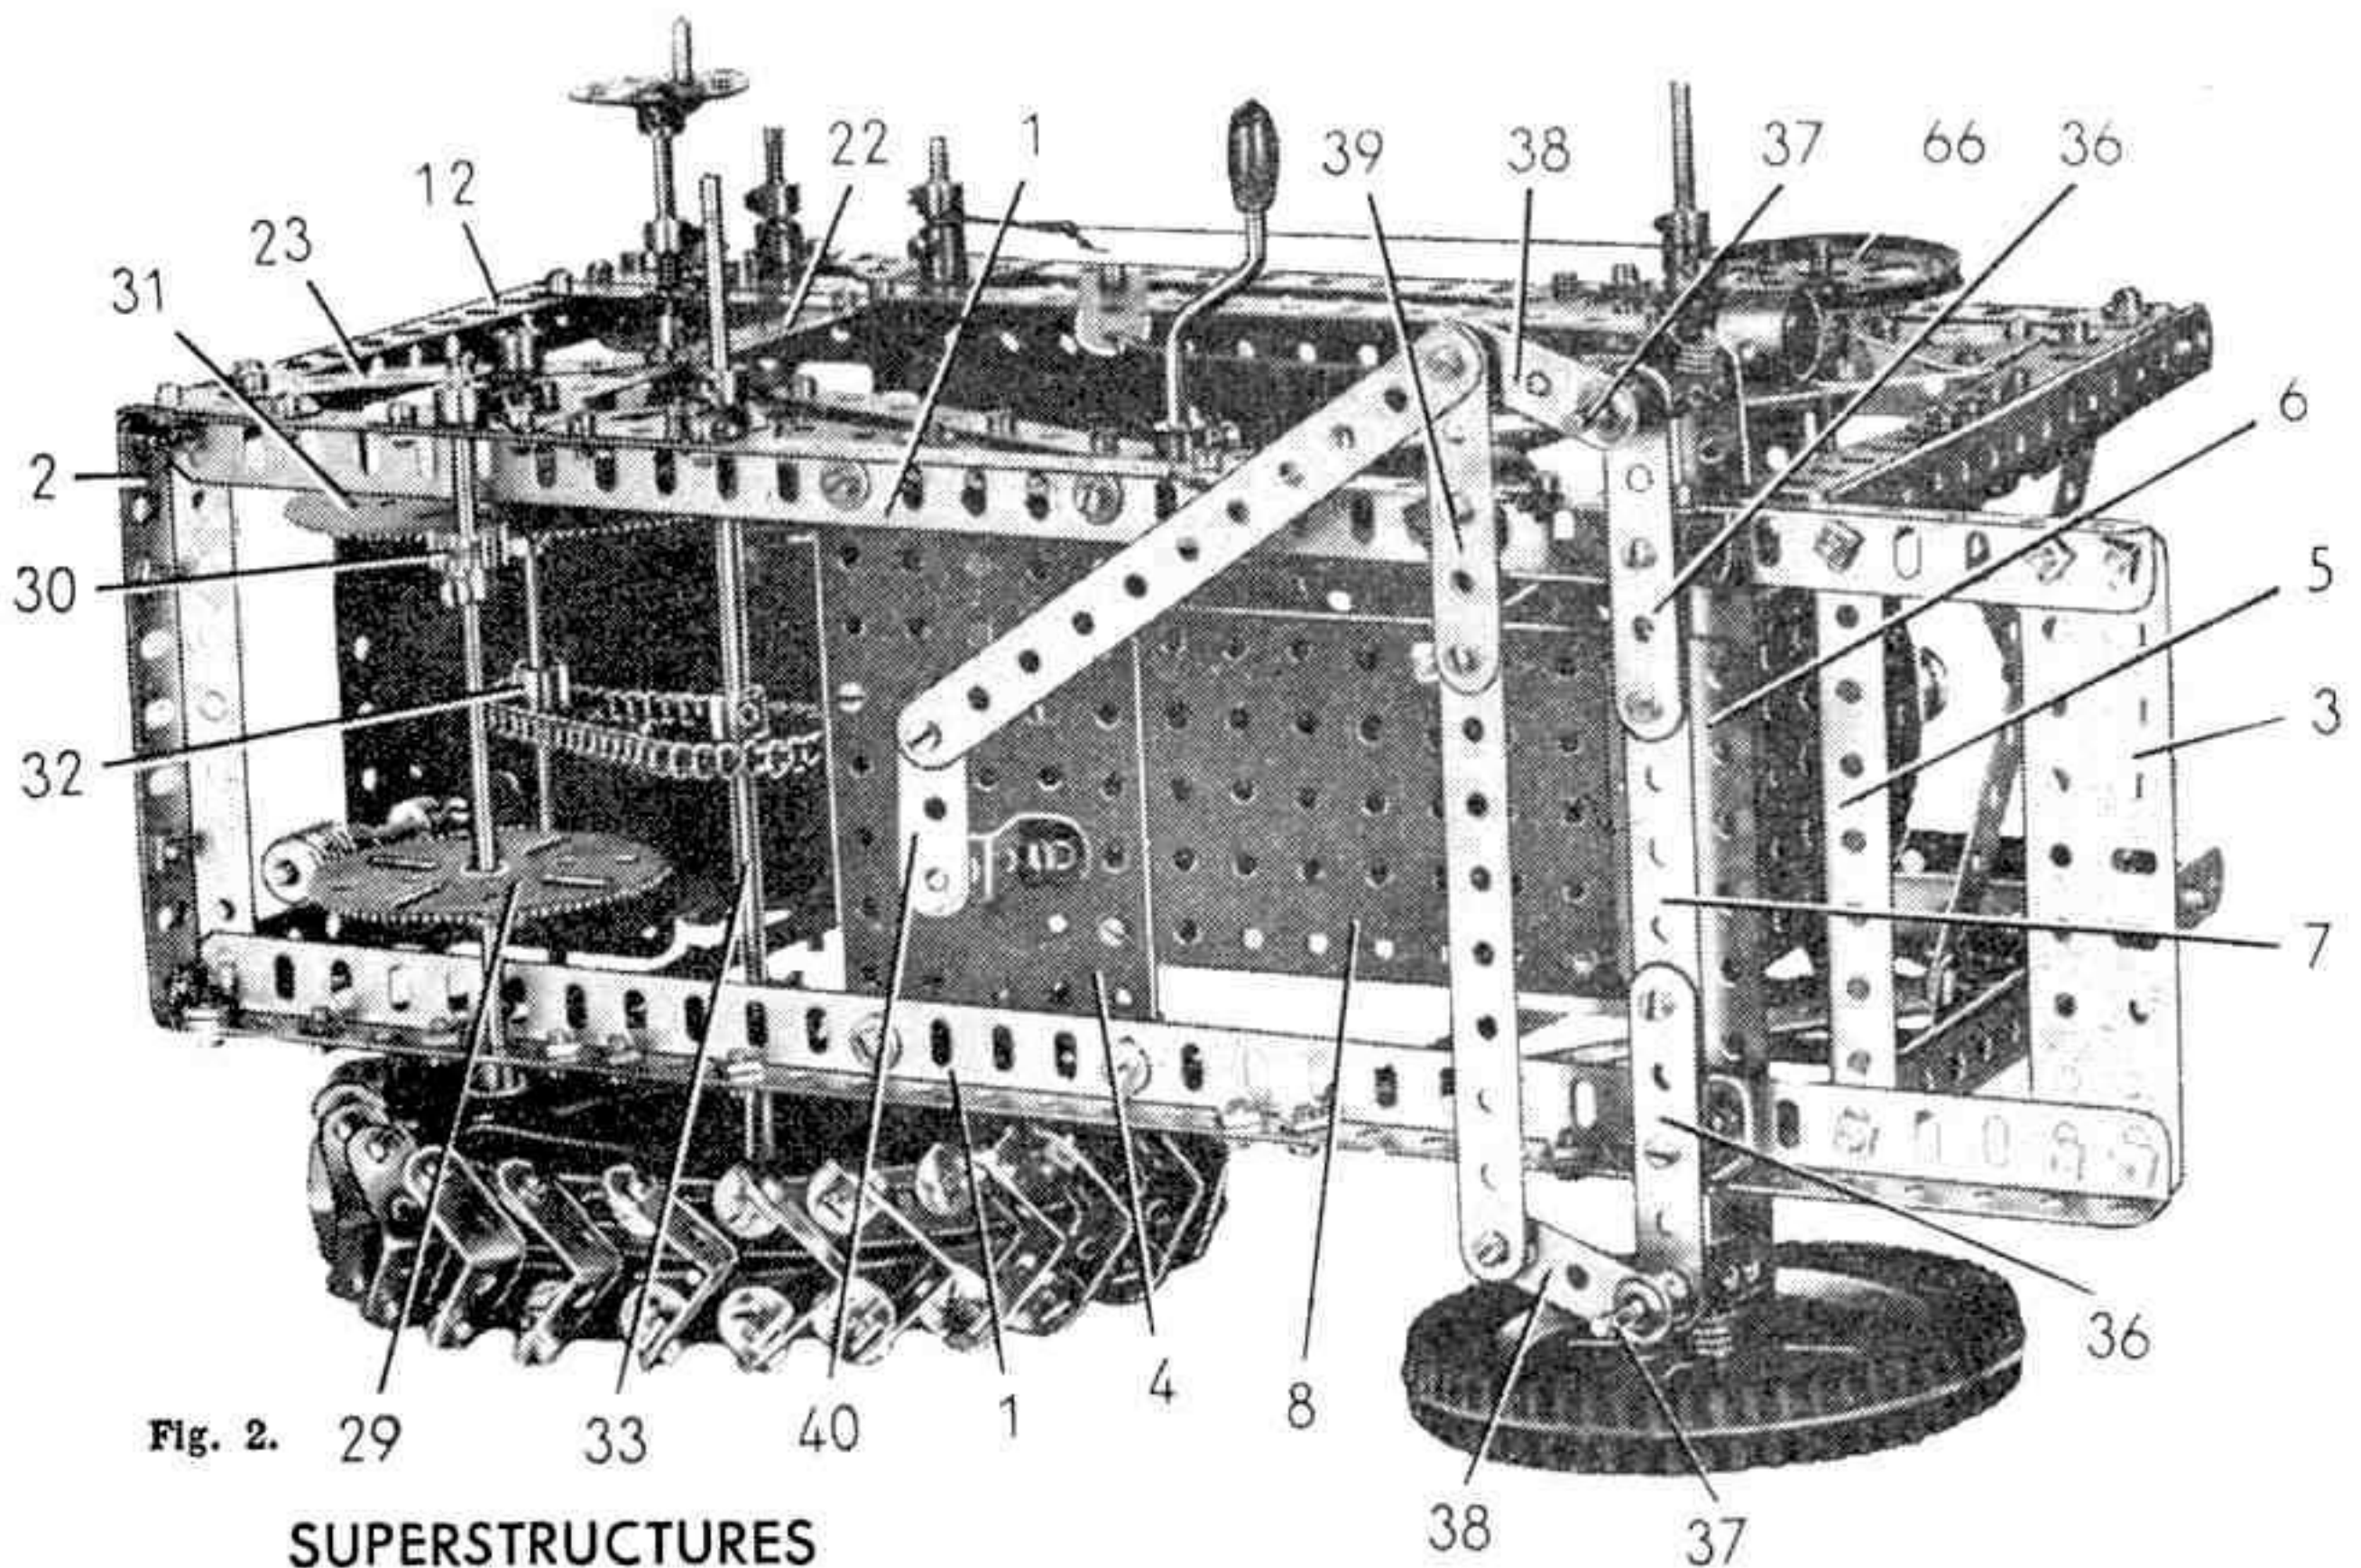

Fig. 2.
Le châssis (fig. 2) est formé de deux poutrelles (1) composées chacune d'une cornière de 25 trous et d'une de 9 trous qui se recouvrent sur 3 trous. Les poutrelles (1) sont assemblées à l'arrière par une cornière de 9 trous (2) et, à l'avant, par une poutrelle plate de 9 trous (3). Sur ce châssis sont fixées une plaque sans rebords de  $11,5 \times 6$  cm. (4), une cornière de 9 trous (5) et une cornière (6) formée de deux cornières de 7 trous qui se chevauchent sur 3 trous. A la hauteur de la cornière (6), une bande coudée de  $115 \times 12$  mm. (7) est boulonnée entre les cornières (1).
Une bande de 11 trous (22) est boulonnée verticalement sous la bande (19). Elle est réunie à la cornière (1) par une embase triangulée plate (fig. 2). Une bande (23), composée d'une bande de 4 trous et d'une bande à glissière de 5 cm., est montée entre la bande (22) et l'un des goussets d'assemblage étayant la cornière (12). Une bande de 6 trous (24) est boulonnée sur la bande (22) et sur la cornière (12), parallèlement à la bande (19).
Un moteur électrique universel est boulonné par ses rebords sur les deux bandes de 9 trous (25). Le moteur est décalé vers la gauche du modèle et son arbre est placé vers le bas (fig. 2). Une bande de 7 trous est boulonnée sur le levier de commande pour en faciliter le maniement.